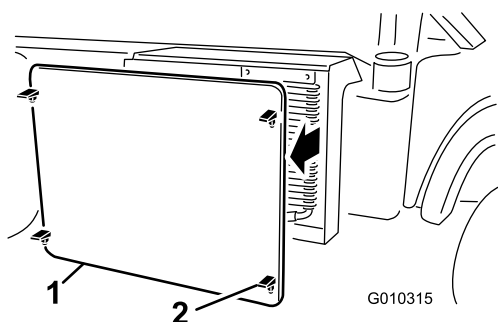

Figura 59
2. Sganciate e togliete la griglia del radiatore dalla parte anteriore del radiatore (Figura 59).